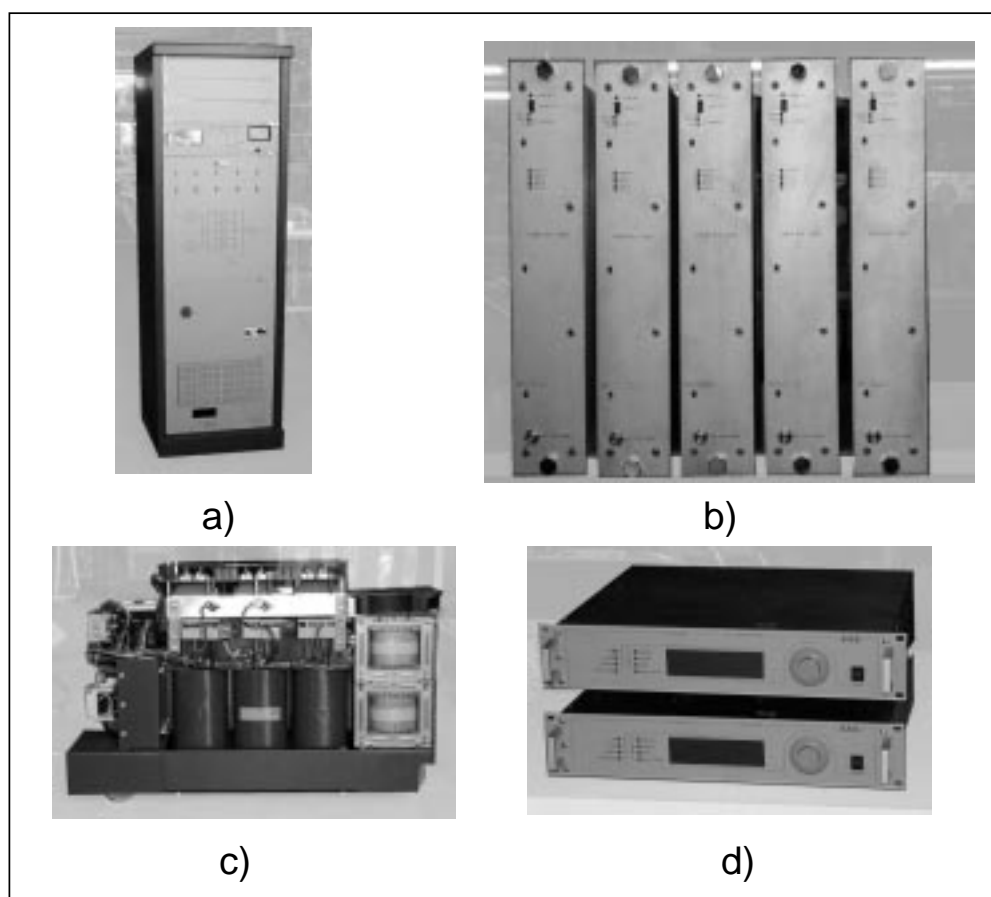

Figura 5-1 Componenti del PJ5KPS
- Il rack (diversi componenti sono assemblati, come l'accoppiatore, lo splitter, l'unità di controllo, la ventola principale) [Figura 5-1 a)]
- I 5 moduli RF [Figura 5-1 b)]
- Uno o due carrelli trasformatore/raddizzatore [Figura 5-1 c)]
- Gli eccitatori [Figura 5-1 d)]. (Notare che l'amplificatore è di norma fornito come trasmettitore completo, in questo esempio sono rappresentati due eccitatori del tipo PTXLCD prodotti dalla R.V.R. Elettronica. Gli eccitatori sono normalmente preassemblati all'interno del rack)